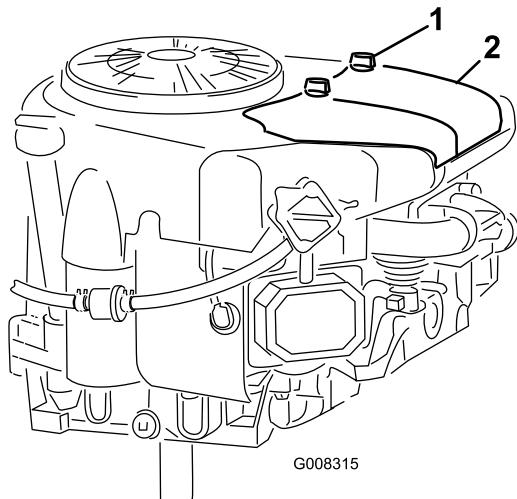

Figura 20
- Desenrosque los pomos y retire la cubierta del limpiador de aire (Figura 20).